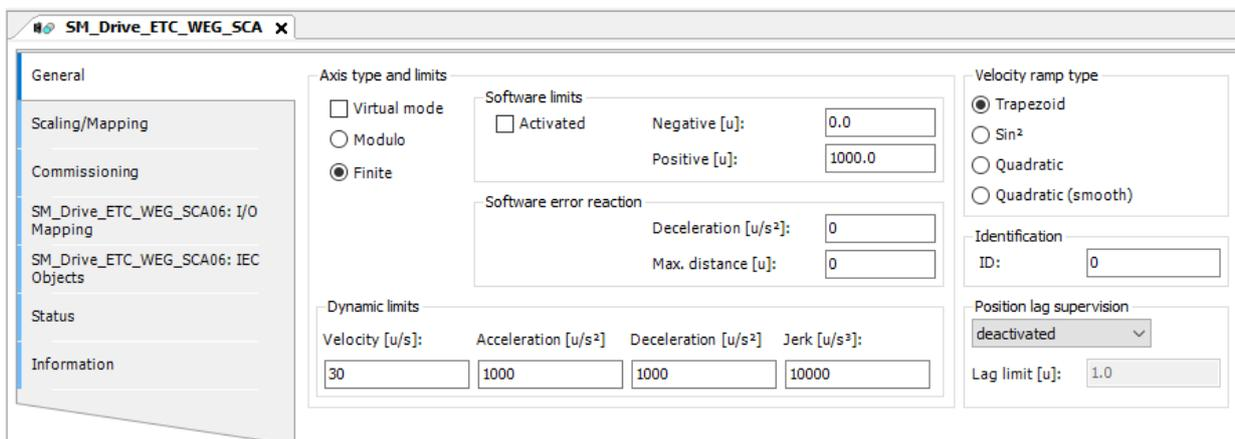

Figura 2.8: Configuración estándar SM_Drive_ETC_WEG_SCA.
- Configure la página conforme la Figura 2.8.